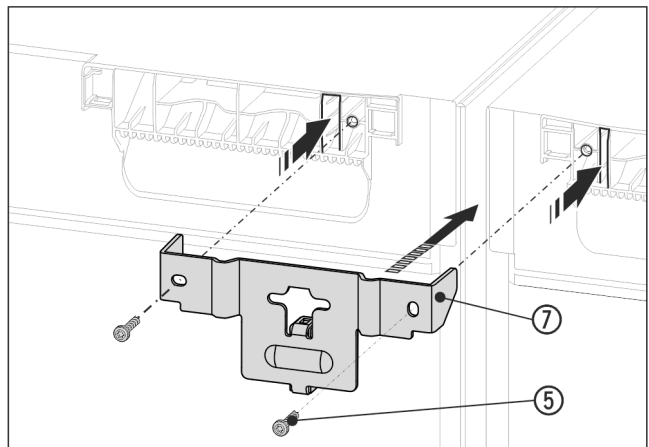

Fig. 15 Приблизне відображення
- ▶ Всунути кут Fig. 15 (7) з дистанційною прокладкою між пристроями і з планками в кришку пристрою. Закрутити 2 гвинтами Fig. 15 (5).